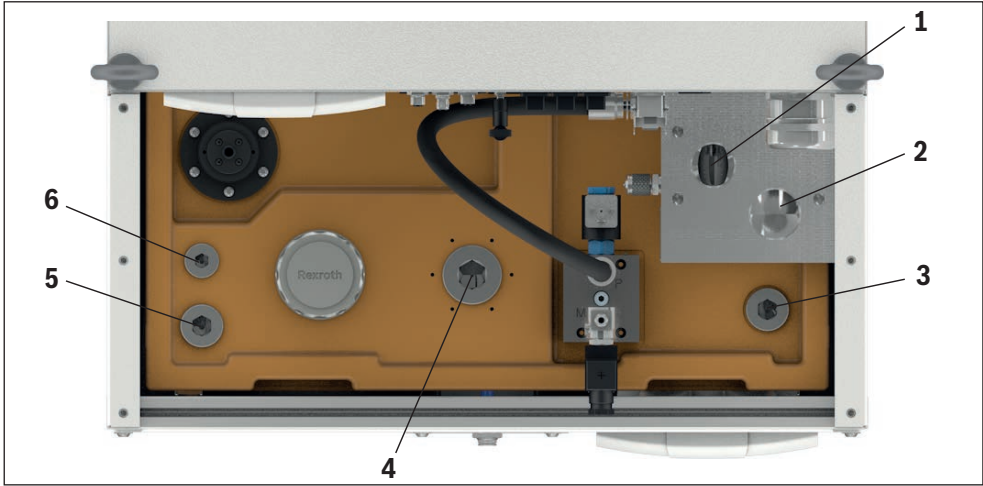

图 14: 回油口、压力油口
- ▶ 如果未执行底板（例如型号 IH20）安装，则通过回流油口 T，G1 1/2（请参阅图 14 位置 2）将回油管路与 G1 1/2 配件连接。
- ▶ 通过压力油口 G1 1/4（请参阅图 14 位置 1）将压力管路与 G1 1/4 配件连接。
- ▶ 可选择连接背压受保护的回油口 G3/4 (请参阅图 14, 位置 6)、G1 (请参阅图 14, 位置 3 和 5) 和 G1 1/2 (请参阅图 14, 位置 4) 以进行旋转驱动引入。使用堵塞器封闭不使用的油口。